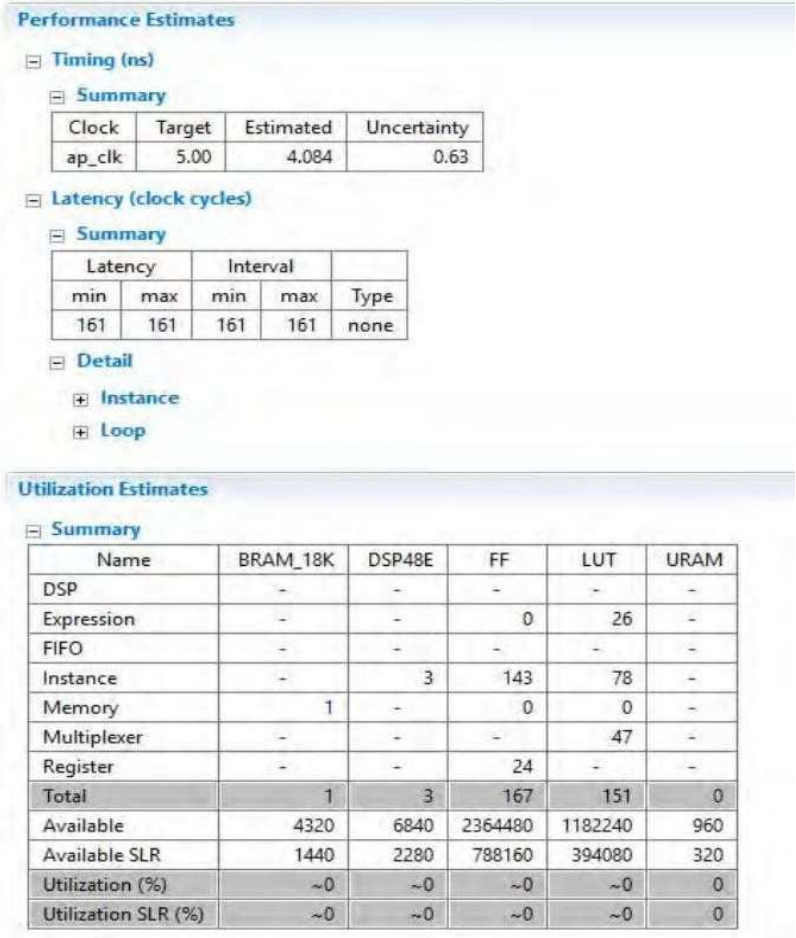

图 5-5: 浮点设计的综合报告
1. 单击 **Run C Synthesis** 工具栏按钮，将设计合成为 RTL。当合成完成时，合成报告将自动打开。图 5-5 显示了综合报告。